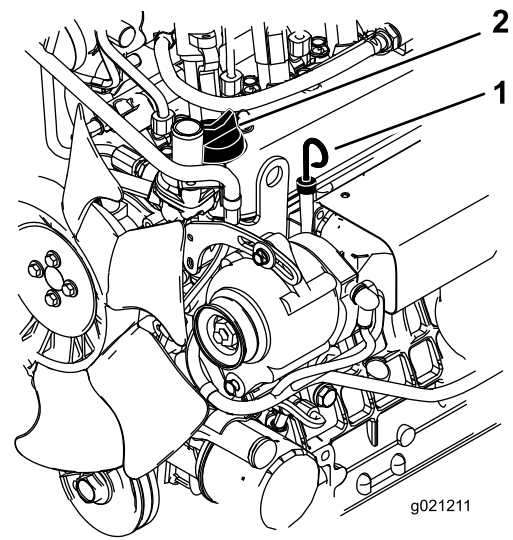

Figura 26
3. Retire la varilla, límpiela, y vuelva a colocarla (Figura 26).
5. Si el nivel de aceite está por debajo de la marca Lleno, retire el tapón de llenado (Figura 26) y añada aceite hasta que el nivel llegue a la marca Lleno. **No llene demasiado.**